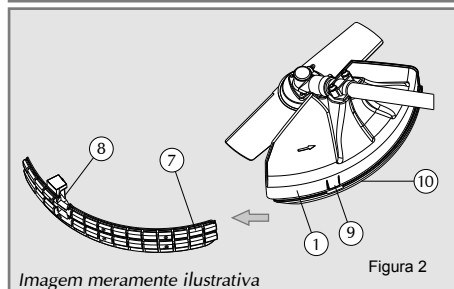

Figura 2
Para Master 1000 com lâmina, retire a extensão da saia (7) que está fixada a lâmina de corte (8), solte a trava (9) na saia de proteção (1) e puxe no sentido contrário ao batente (10) retirando a extensão da saia (7), volte a colocá-la quando for utilizar o carretel de nylon, conforme figura 2.